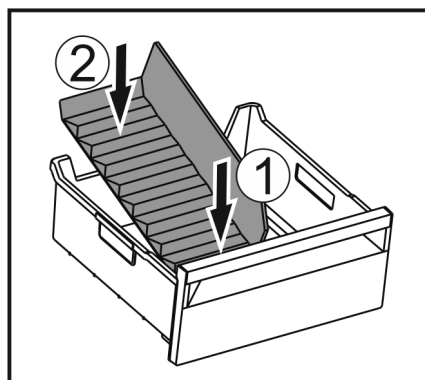

Fig. 117
- Umetnite prednji dio pregrade ladice za led. Fig. 117 (1)
- Spustite stražnji dio pregrade ladice za led do dna ladice. Fig. 117 (2)